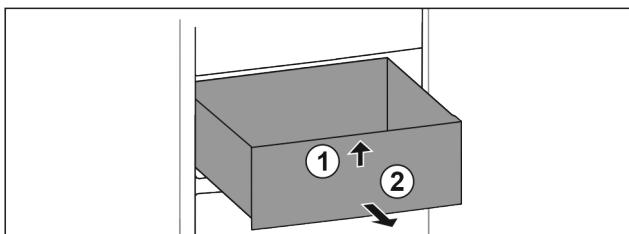

Fig. 26
- Nadvhnite zásuvku vpred. Fig. 26 (1)
- Odoberte zásuvku dopredu. Fig. 26 (2)